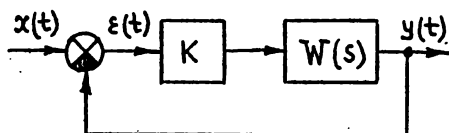

Рис.26
19. Для системы, изображенной на рис.26, в случае
21. Для системы рис.26 наблюдайте изменение ошибки $\varepsilon(t)$ и исследуйте характер и установившееся значение $\varepsilon(t)$ в зависимости от коэффициента усиления при передаточных функциях следующего вида: